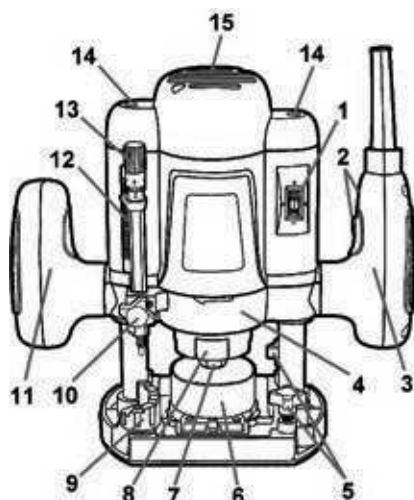

Рисунок 1
3.4.2 Включение и выключение изделия осуществляется клавишей выключателя 2 (рисунок 1). Кнопка фиксации позволяет фиксировать выключатель во включенном состоянии для режима продолжительной работы.
3.4.3 Фреза в цанговом патроне 7 (рисунок 1) закреплена на валу электропривода.
3.4.4 Механизм регулировки глубины фрезерования ограничивает глубину погружения фрезы в обрабатываемой заготовке. Контроль глубины фрезерования осуществляется по шкалам элементов 12 и 13 (рисунок 1) механизма. Максимальная величина перемещения
3.4.5 На опорной платформе установлен 7-ступенчатый упор 9 (рисунок 1) с опорными площадками, служащими для ограничения глубины фрезерования. 7-ступенчатый упор имеет возможность поворота относительно своей оси, что позволяет быстро производить изменение глубины фрезерования на 3 мм для каждого шага.
3.4.7 Скорость вращения шпинделя регулируется колёсиком регулятора выбора скорости вращения 1 (рисунок 1).
Перевести ограничитель глубины фрезерования 12 (рисунок 1) в положение для максимальной глубины фрезерования.
Во время настройки глубины погружения фрезы следует помнить, что в процессе работы требуемая глубина фрезерования достигается при помощи ее постоянного увеличения. Изделие оснащено 7-ступенчатым поворотным упором-ограничителем 9 (рисунок 1), который позволяет постепенно увеличивать глубину погружения фрезы, не настраивая ее при этом, описанным выше способом: сначала фрезеровка производится на минимальной глубине (первое положение с высокой площадкой), а затем доходят до последнего (седьмого) положения. При каждом повороте ограничителя глубина погружения фрезы увеличивается на 3 мм.
Регулировку частоты вращения проводят при помощи колёсика регулятора скорости вращения шпинделя 1 (рисунок 1) на корпусе изделия.
5.2.4 Плавно подведите режущий инструмент (фрезу) к поверхности обрабатываемого материала, пока ограничитель глубины фрезерования 12 (рисунок 1) не коснется нижней ступеньки 7-ступенчатого упора 9 (рисунок 1).